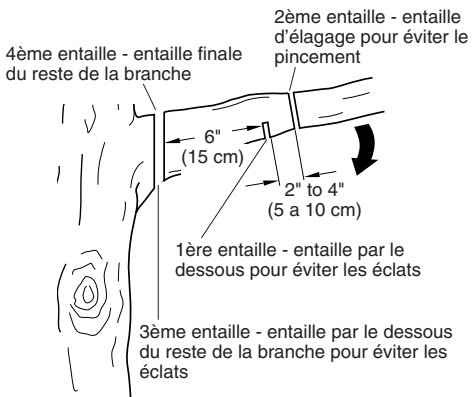

Figure 17 - Coupe d'une branche
1. Faire la première entaille à 15 cm (6 po) du tronc, sur le dessous de la branche. Utiliser le haut de la guide-chaîne pour faire cette entaille. Couper sur 1/3 du diamètre de la branche. (Voir la Figure 17.)